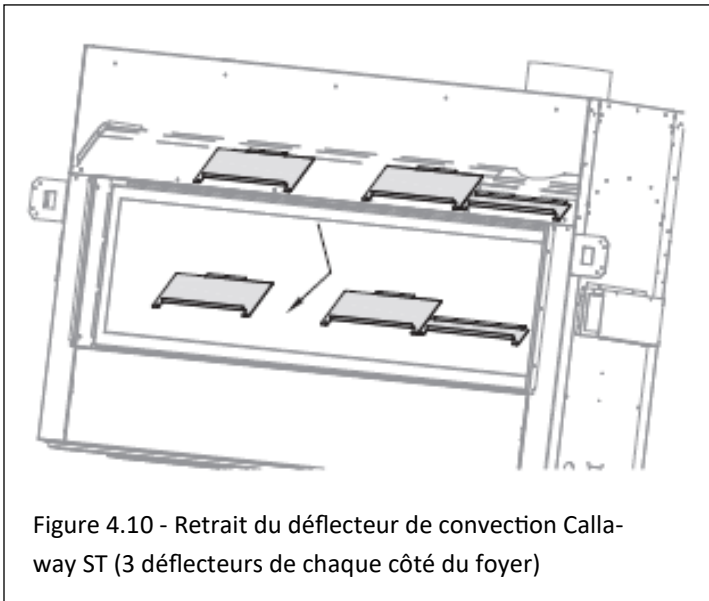

Figure 4.10 - Retrait du déflecteur de convection Callaway ST (3 déflecteurs de chaque côté du foyer)
1. Retirez le déflecteur de convection de l'appareil. Recyclez ce panneau car il n'est plus nécessaire. Les (6) déflecteurs sont fixés par (2) vis chacune derrière le bord supérieur des deux ouvertures du foyer. Chaque côté du foyer a (3) déflecteurs de convection à enlever. Voir FIGURE 4.10.
2. Retirez les (4) plaques de recouvrement sur le dessus de l'appareil (4 vis chacune).